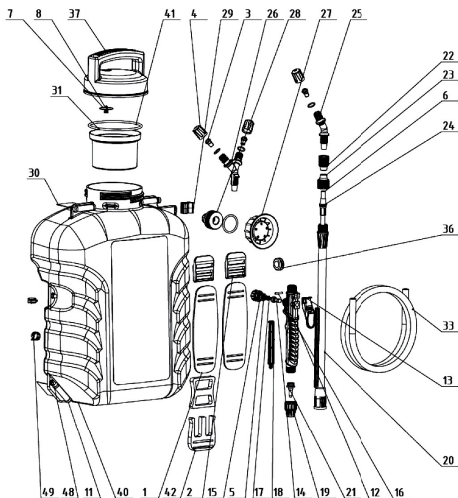

Рис. 1
1. Достаньте баллон из коробки, присоедините рукоятку брандспойта к подающему шлангу (Рис. 1).